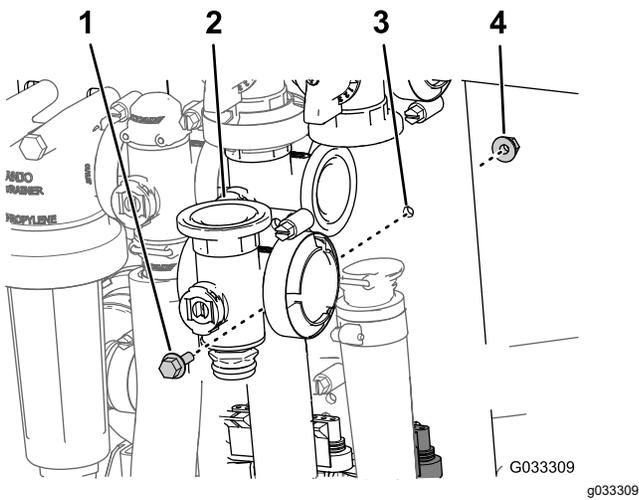

図 73
3. マスターブームバルブをバルブマウントに固定しているフランジヘッドボルトとフランジロックナットを外してバルブマニホルドを機体から取り外す 図 73。